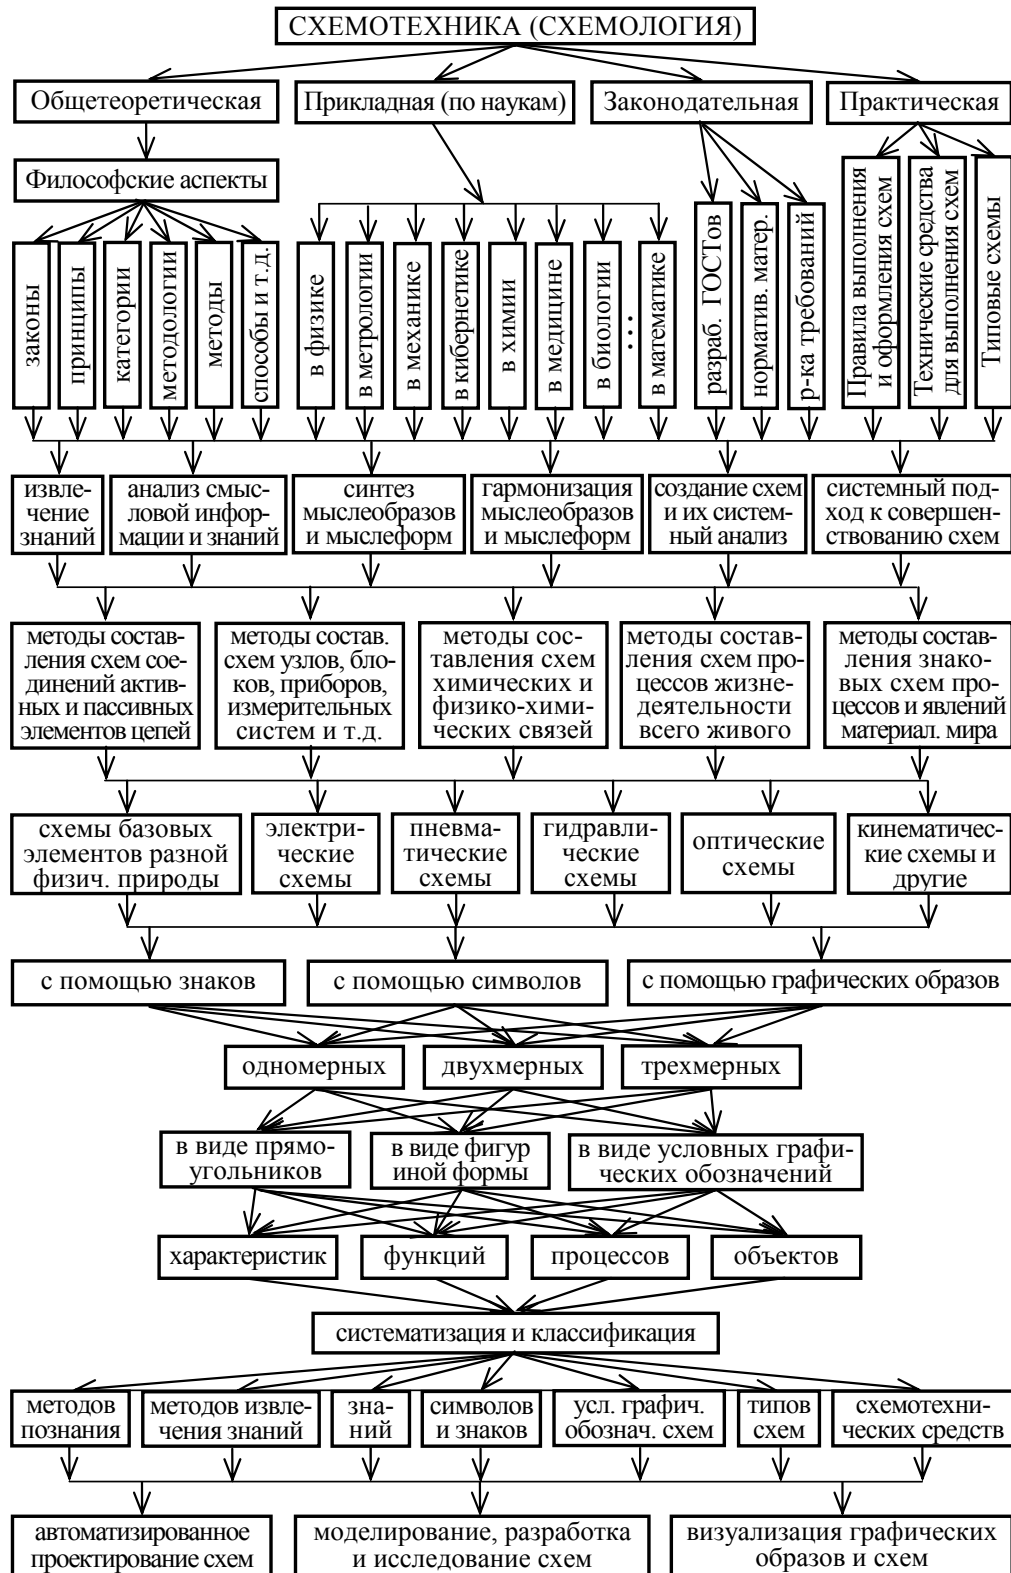

Рис. 3. Структура науки схемотехники (схемотологии)
- 2) теорию познания и методы получения знаний (см. рис. 3) [25];
Наука схемотехника состоит из четырех научных направлений: общетеоретическая схемотехника, прикладная (теоретическая) схемотехника, законодательная схемотехника и практическая схемотехника (рис. 3).
прикладной схемотехники, прикладных методологий и прикладных интеллектуальных баз знаний как основных составляющих интеллектуальных систем автоматизированного проектирования схем (рис. 3).
Практическая схмотехника (схемология) изучает схемы и схмотехнические решения как результаты преобразования смысловой информации и субъективных знаний в объективные. Она занимается применением на практике результатов общетеоретических и прикладных исследований с учетом законодательной базы, моделированием, разработкой и исследованием электронных (аналоговых, дискретно-аналоговых и цифровых) схем и прикладных схмотехнических решений, созданием и исследованием новых схем1, решает вопросы визуализации графических образов и схем (рис. 3).
Среди них следует отметить: методы составления схем соединений активных и пассивных элементов электрических цепей; методы составления схем узлов, блоков, приборов, измерительных систем и т.д.; методы составления схем химических и физико-химических связей; методы составления схем процессов жизнедеятельности всего живого; методы составления знаковых схем процессов и явлений материального мира и другие (рис. 3).
Системы методов представляют собой методологии. Методология в философском ее понимании охватывает более широкий круг аспектов, чем только структурированная система базовых методов. Наука схемотехника создает, изучает и развивает методологию получения новых знаний, методологию гармонизации мыслеобразов и мыслеформ, методологию проектирования схем, методологию выполнения и оформления схем, методологию практического исследований схем и другие (рис. 3).
В схемотехнике существуют и развиваются такие виды схем, как: структурные, функциональные, принципиальные, схемы соединений, схемы подключений, схемы расположения, общие схемы, схемы деления, комбинированные и общие схемы [34 – 41] (на рис. 3 не показано). Общие требования к ним достаточно полно описаны в работе [42].